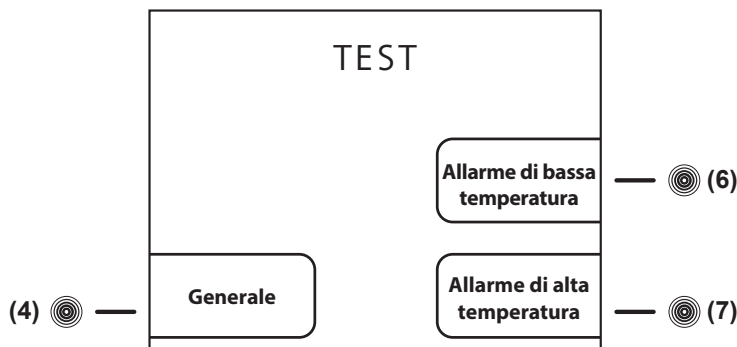

Fig.14
- premere il tasto **touch (6)** dal menù principale. Si apre la schermata TEST (Fig.14)
- premere il tasto **touch (4)** dalla schermata TEST (**Fig.14**) per attivare il test GENERALE. Attraverso questa procedura si verifica il corretto funzionamento della batteria. Il buzzer suona per tutta la durata del Test (6 secondi). Se il Test viene superato, sul display comparirà la dicitura TEST OK, altrimenti il display si spegnerà dopo pochi secondi e si riaccenderà automaticamente. Finito il test il display visualizzerà la schermata principale.
- premere il tasto **touch (6)** dalla schermata TEST (**Fig.14**) per attivare il test ALLARME DI BASSA TEMPERATURA. La visualizzazione della temperatura cella decrementa e quando raggiunge la soglia di allarme si attiva il buzzer e a display viene data la segnalazione di Allarme bassa temperatura. Premendo il Pulsante **ESC (11)** il test si arresta e si torna alla schermata principale.
- premere il tasto **touch (7)** dalla schermata TEST (**Fig.14**) per attivare il test ALLARME DI ALTA TEMPERATURA. La visualizzazione della temperatura cella incrementa e quando raggiunge la soglia di allarme si attiva il buzzer, a display viene data la segnalazione di Allarme alta temperatura. Premendo il Pulsante **ESC (11)** il test si arresta e si torna alla schermata principale.